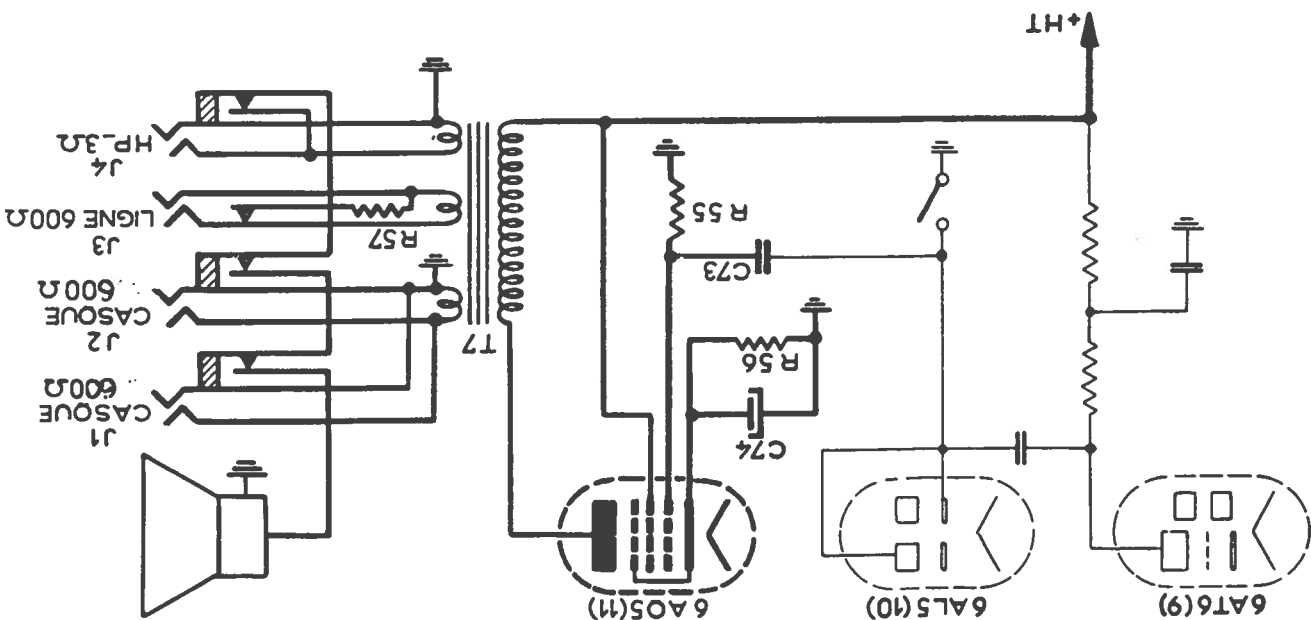

Figure 16. — Etage amplificateur de puissance.
5.11 ETAGE AMPLIFICATEUR DE PUISSANCE (fig. 16).